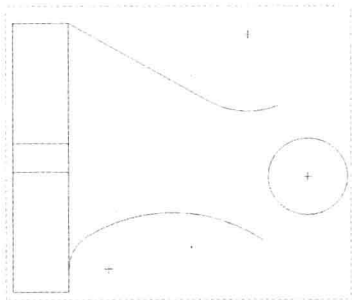

图 2-74 图形文件
Step 01 按【Ctrl+O】组合键，打开图形文件，如图 2-74 所示。